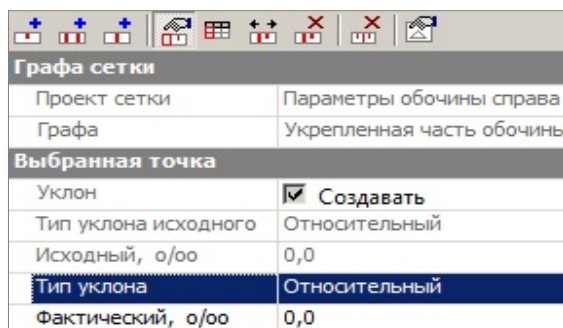

Рис. 16.4
- В окне параметров измените тип и значение уклона в этой точке (рис. 16.4).